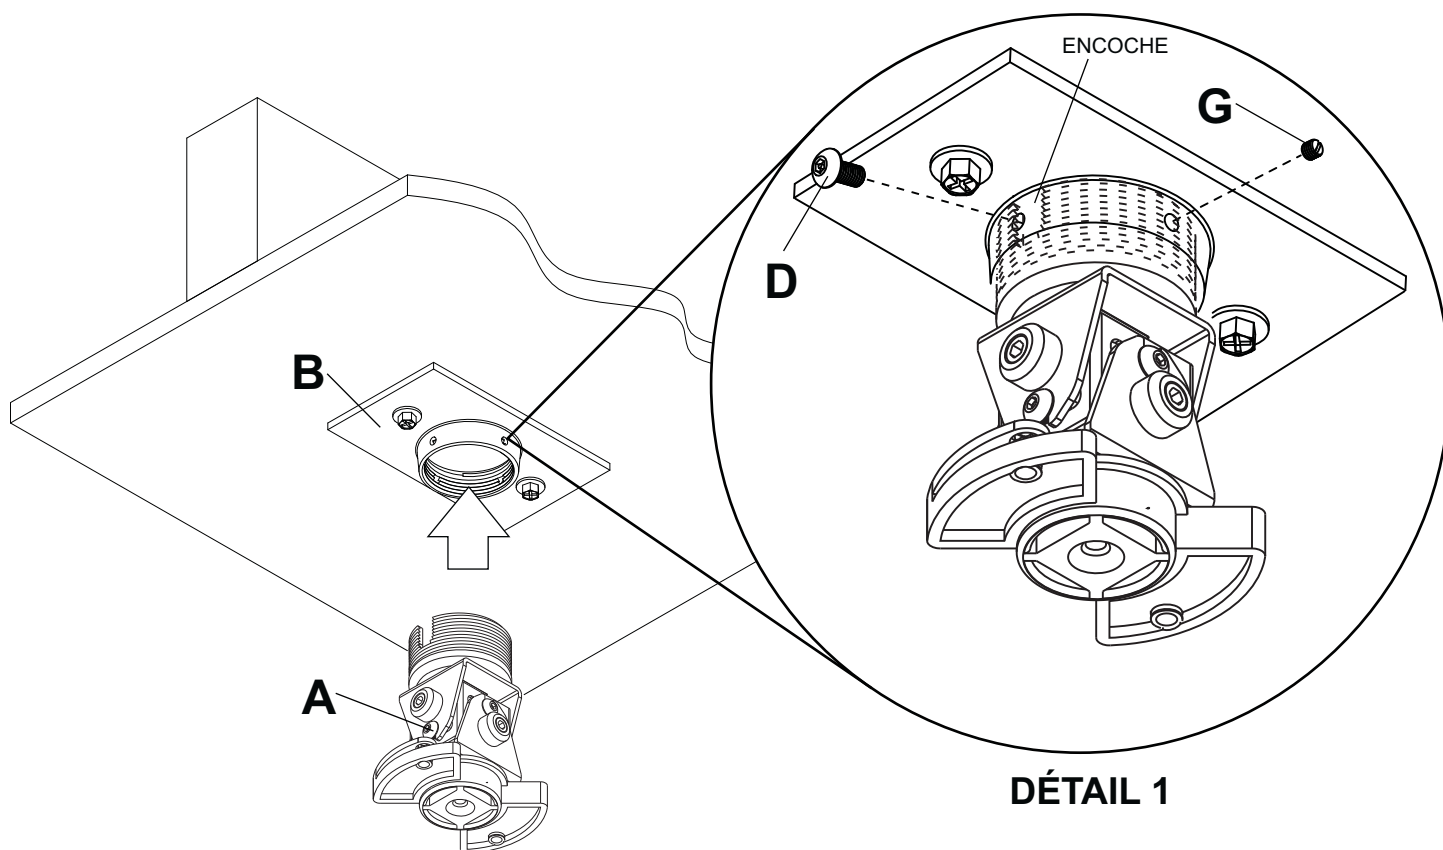

fig. 2.1
- 2** Vissez à la main l'assemblage du support de projecteur (**A**) à la plaque de plafond (**B**) comme illustré à la figure 2.1. Alignez l'encoche du support de projecteur avec un des quatre trous de la plaque de plafond (**B**) et fixez-le avec une vis à tête creuse M5 x 10 mm (**D**) à l'aide d'une clé hexagonale (**H**) comme illustré dans le dessin de détail 1.